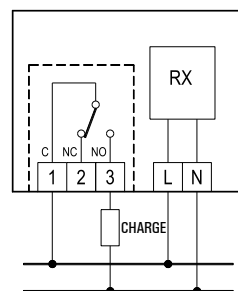

Fig. 7
- 6 Effectuer les connexions électriques en suivant le schéma de connexion de la Fig. 7 ou 8 et le paragraphe "Connexions électriques".
Pour le câblage suivre le schéma reporté en Fig. 7 ou 8.
Les terminaux 1, 2 et 3 sont les contacts de type SPDT du relais de sortie. La Figure 7 montre comment connecter une vanne qui sera alimentée quand la sortie est activée, c'est-à-dire quand le thermostat demande de la chaleur (chauffage) en utilisant le contact NA du relais.